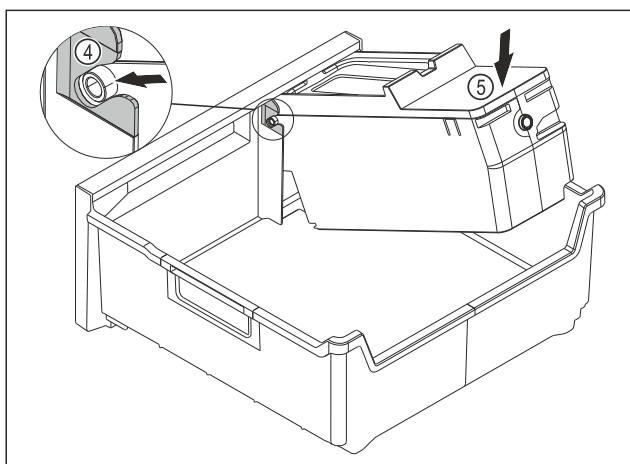

Fig. 100
- ▶ Montering af EasyTwist-Ice-legemet: Skub EasyTwist-Ice-legemets akser ind i føringerne Fig. 100 (4).
- ▶ Tryk EasyTwist-Ice-legemet Fig. 100 (5) ned bagtil.